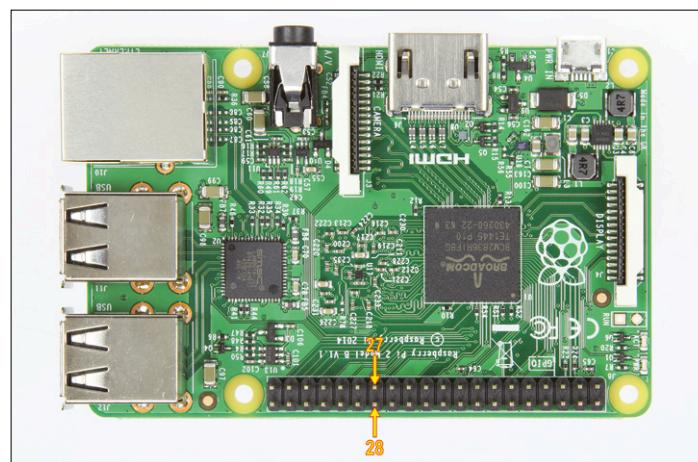

Figure 1. Le modèle 2 RPi, tout comme le B+, est doté d'un connecteur GPIO plus long dont les broches 27 et 28 empêchent l'insertion d'autres connecteurs.
Si vous voulez brancher votre projet sur l'embase à picots GPIO, vous remarquerez que certains types ne s'y adaptent plus parce qu'à partir du modèle B+, elle est plus longue. Les fonctions des premières 26 broches sont heureusement restées identiques, mais si vous voulez brancher un connecteur à 26 voies sur la nouvelle embase à 40 broches, il y a deux broches sur le chemin. Il s'agit des broches ID\_SD (27) et ID\_SC (28) prévues exclusivement pour l'ID I2C de l'EEPROM du module d'extension Pi Plate (bientôt reconnu automatiquement). Vous pouvez, comme à la **figure 1**, les plier ou les couper si vous ne comptez pas utiliser Pi Plate. Une solution plus prévoyante consiste à se procurer des connecteurs plus longs.